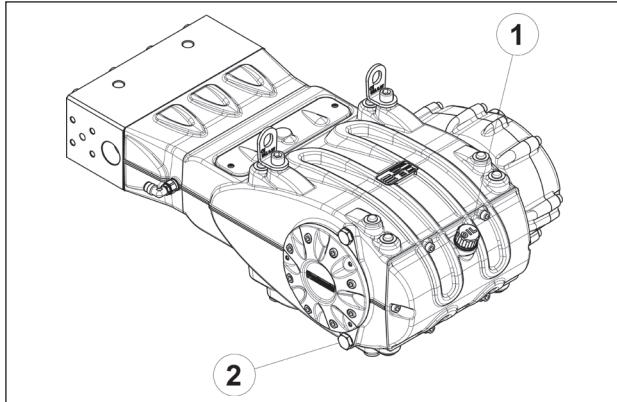

图 1
机械部件的维修作业必须从泵壳中排油后再进行。排油时必须拆除注油塞(①·图1)，接着拆除排油塞(②·图1)。